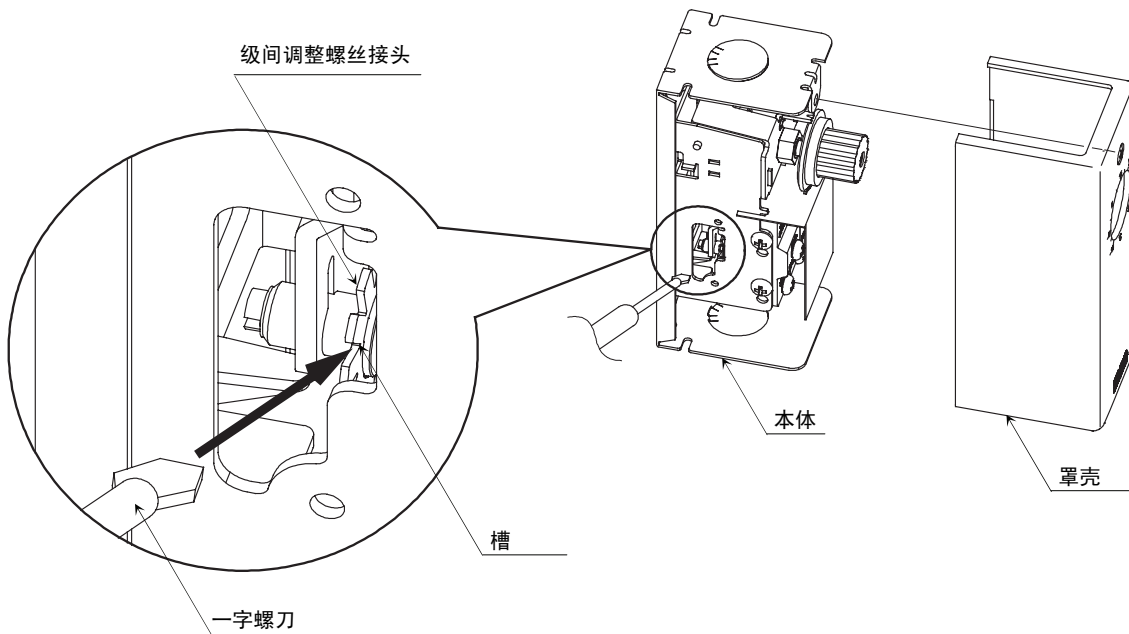

图 10 开关间的级间间隙
**B-A-1** 被控物体的温度上升到设定温度 ( $-10^{\circ}\text{C}$ ) 时，No.1 开关 (参照图 10) 动作，端子 R、W 间关闭，No.1 冷却设备启动。随着 No.1 冷却设备的运转，被控物体温度下降，当下降到设定温度 ( $-10^{\circ}\text{C}$ ) 减去动作间隙 ( $1.7^{\circ}\text{C}$ ) 后的温度 ( $-11.7^{\circ}\text{C}$ ) 时，则 No.1 冷却设备停止运转。即使 No.1 冷却设备正在运转，而被控物体的温度继续上升时，进行下一项 B-A-2 的动作。